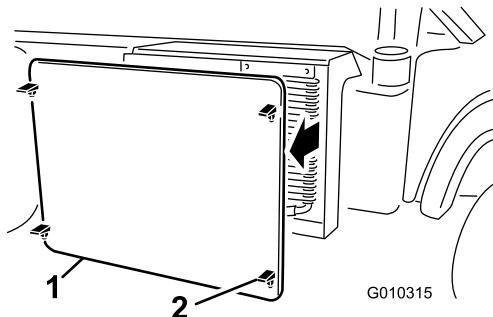

図 59
2. ラジエタースクリーンのラッチを外して、ラジエター前面から外す図 59。